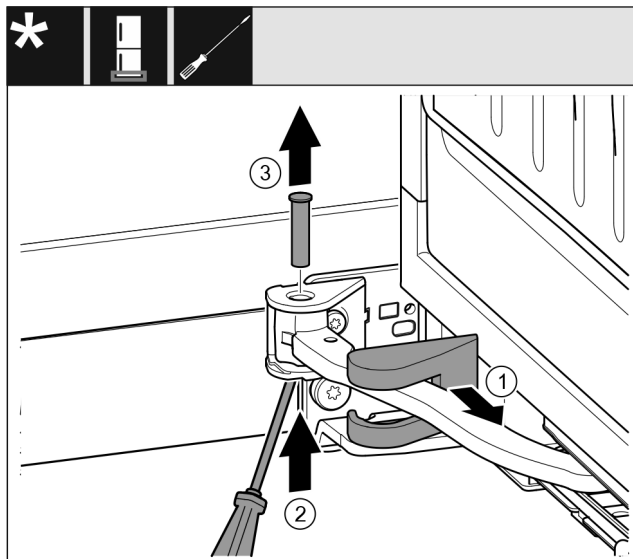

Fig. 17
- Lagerbockabdeckung Fig. 17 (1) abziehen und entlang des Gelenks verschieben.
- Bolzen Fig. 17 (2) mit Schraubendreher von unten anheben.
- Bolzen Fig. 17 (3) von oben herausziehen.